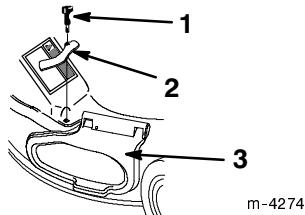

Figure 38
12. Fixer le coin avant droit du conduit d'éjection et le couvercle latéral à l'aide de la bride de blocage déposée précédemment et du bouton à longue tige fourni avec le sac de ramassage (Fig. 38).